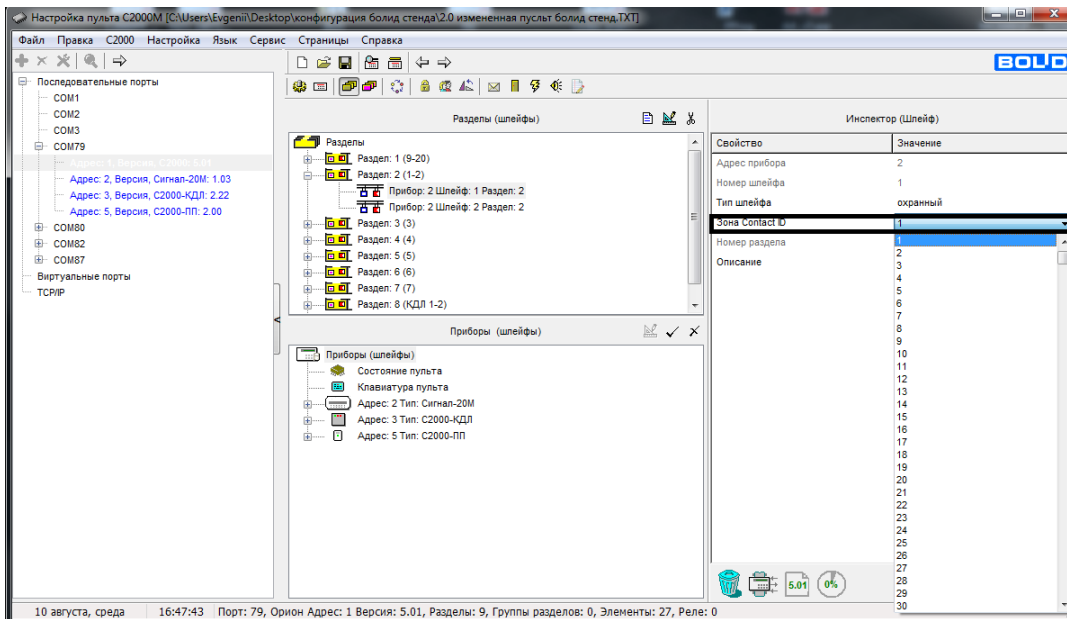

Рисунок 7.
4.2. Для каждого из шлейфов назначаем зону Contact ID. Рисунок 7.